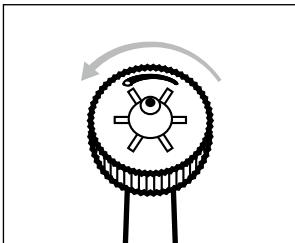

Fig. 4
- ◆ Gire el regulador del cabezal ① con los dedos en sentido antihorario para ajustar un solo chorro con el fin de eliminar eficazmente los restos de comida en puntos de difícil acceso (consulte las figs. 4 y 5).